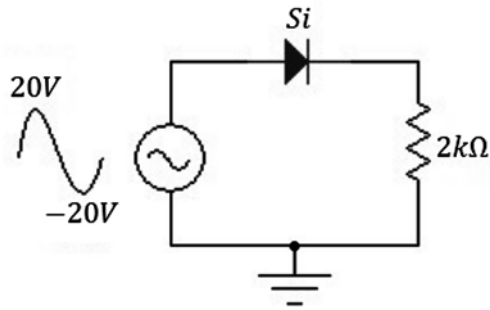

Figura 3.57 Ejercicio de aplicación. Fuente: Elaboración propia
f) Hallar la corriente por la carga en la figura 3.57.